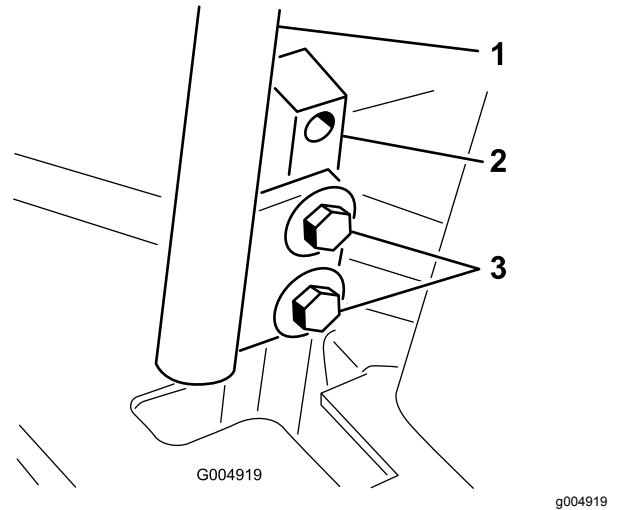

Figura 70
3. Afloje los pernos que sujetan las palancas de control (Figura 70).